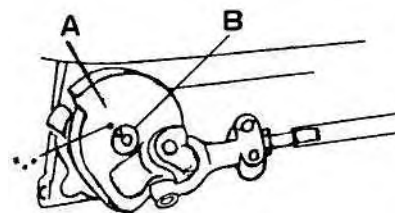

Рис. 19
с осью клиновидного паза главного вала, зафиксируйте коленчатый рычаг нитевого крючка в этом положении (рис. 19).
3. В результате регулировки положения метки «.» на коленчатом валу нитевого крючка относительно клиновидного паза главного вала (рис. 19) меняется расположение нитевого крючка, поэтому необходимо выполнить более точную регулировку его положения. Идеальные условия работы обеспечиваются только при тщательном подборе и повторной регулировке трех указанных выше условий.
1. Регулировка взаимного расположения осуществляется посредством регулировки положения метки «.» на коленчатом валу нитевого крючка и клиновидного паза на главном валу (рис. 19).